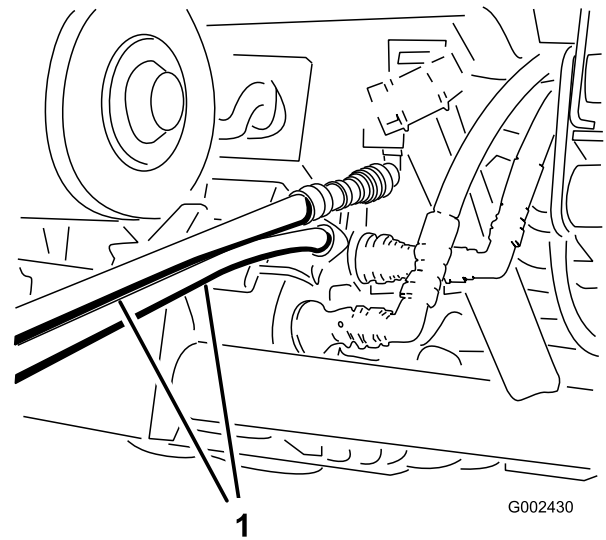

Figura 94
4. No outro veículo, ligue as 2 mangueiras ao acoplador que ainda se encontra no suporte de acoplamento (ligue a mangueira superior ao acoplador superior e a mangueira inferior ao acoplador inferior (Figura 94).